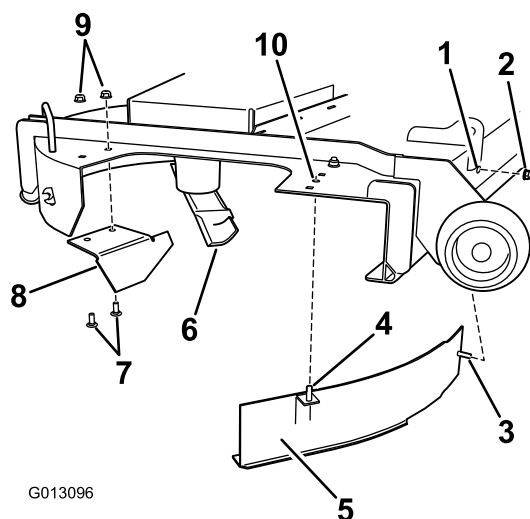

Figure 10
3. Localisez et montez le déflecteur d'ouverture en angle dans les trous arrière du plateau de coupe (Figure 10).
4. Montez le déflecteur courbe sur le plateau de coupe (Figure 10).
Reposez le déflecteur d'ouverture déposé précédemment pour les plateaux de coupe de 60 pouces (Figure 10).